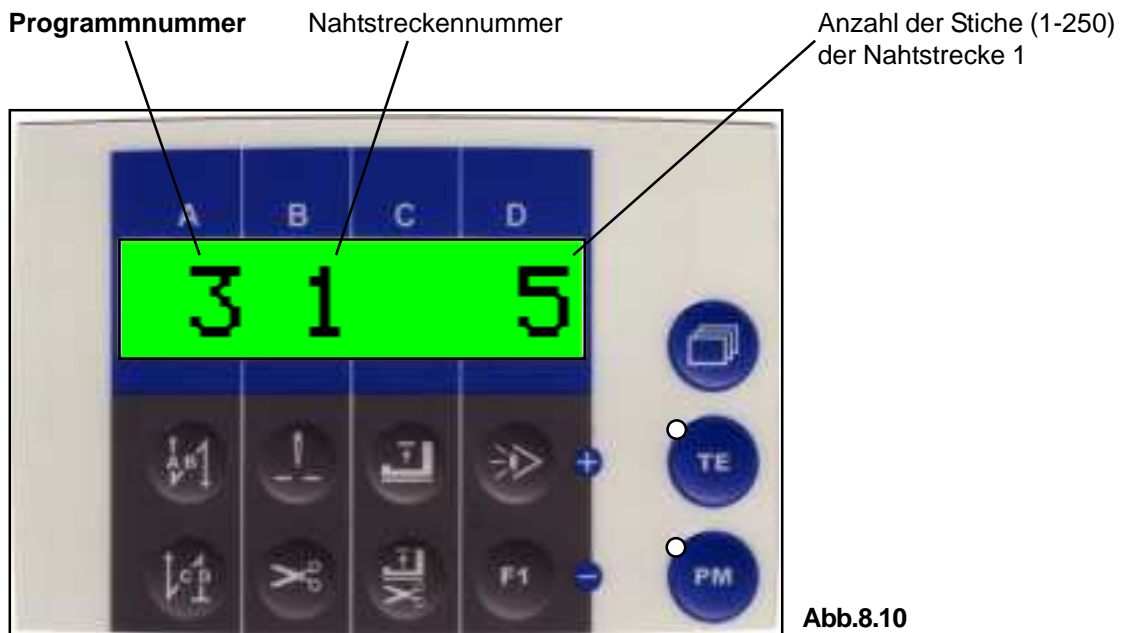

Abb.8.10
7.2 **Blättern-Taste** drücken bis die Anzeige **Abb.8.10** erscheint